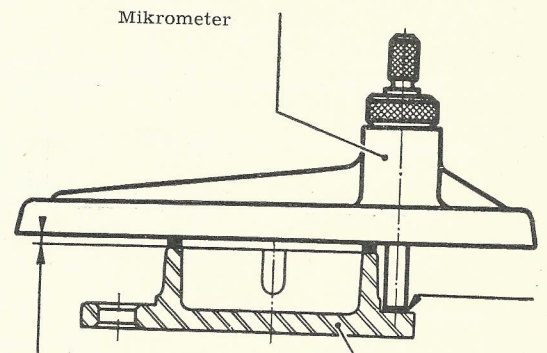

Bild 94
9. Das Mikrometer wird jetzt als Streichmass benutzt, indem die Mikroschraube auf die Dichtungsfläche der Druckplatte gestellt wird (Bild 94).